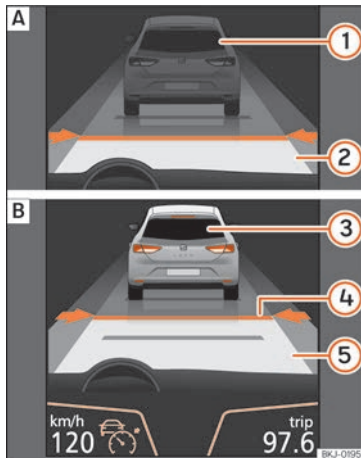
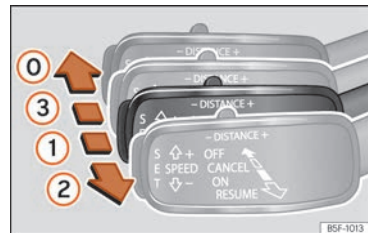
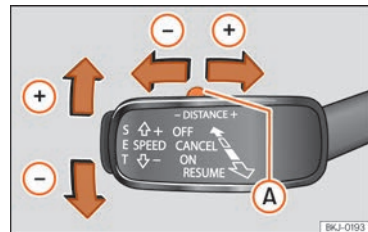

Abb. 270 Im Display des Kombiinstrumentes: (A) ACC inaktiv [Standby]. (B) ACC aktiv.
Abb. 272 Auf der linken Seite der Lenksäule: dritter Hebel für die Betätigung der automatischen Distanzregelung.
Abb. 273 Auf der linken Seite der Lenksäule: dritter Hebel für die Betätigung der automatischen Distanzregelung.
Bildschirmanzeigen »» Abb. 270:
Wenn die automatische Distanzregelung (ACC) eingeschaltet ist, schaltet sich auf der Schalttafel die grüne Kontrollleuchte ein (☺) und auf dem Bildschirm werden die programmierte Geschwindigkeit und der Zustand der ACC angezeigt »» **Abb. 270**.
schwindigkeit des Fahrzeugs einstellen und die ACC aktivieren. Drücken Sie dazu auf die Taste **SET** »» **Abb. 273**. Falls Sie die Geschwindigkeit in Schritten von 1 km/h (0,6 mph) erhöhen oder reduzieren möchten, bewegen Sie den Hebel in die Position ② »» **Abb. 272** bzw. drücken Sie die Taste **SET**.
Die programmierte Geschwindigkeit kann je nach Wunsch während der Fahrt oder bei Fahrzeugstillstand geändert werden. Jegliche Änderungen der programmierten Geschwindigkeit werden unten links am Bildschirm des Kombiinstruments angezeigt »» **Abb. 270**.
Um das Abstandsniveau zu erhöhen oder zu reduzieren, drücken Sie den Wippschalter nach rechts/links »» **Abb. 273** (A).
- Um die ACC zu aktivieren, müssen Sie, wenn sich der Hebel in Position ① befindet, die Taste **SET** drücken oder den dritten Hebel der ACC in die Position ② bringen »» **Abb. 272**. In diesem Moment wechselt die ACC-Anzeige am Bildschirm des Kombiinstruments in den Modus **Aktiv** »» **Abb. 270**.
Um die ACC zu deaktivieren, bewegen Sie den Hebel in die Position ① »» **Abb. 272** (eingearbeitet). In diesem Moment erscheint der Text **ACC deaktiviert** und die Funktion ist vollständig deaktiviert.
»» **Abb. 272** oder betätigen Sie das Bremspedal.